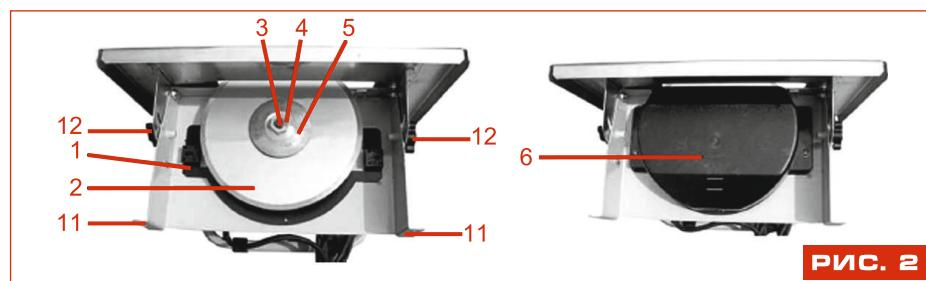

РИС. 2
1. Установите плиткорез на ровной горизонтальной поверхности стола и зафиксируйте с помощью крепёжных отверстий 11 (рис. 2).
2. Установите и закрепите вставку диска 1 (рис. 2).
3. Зафиксируйте гаечным ключом шпиндель 3 (рис. 2), а вторым ключом открутите гайку 4 (рис. 2) и снимите фланец 5 (рис. 2).
4. Установите отрезной диск 2 (рис. 2). затем установите фланец 5 (рис. 2). удерживая ключом шпиндель плиткореза 3 (рис. 2) затяните гайку 3 (рис. 2). Проверьте её фиксацию.
5. После монтажа диска установите и закрепите нижний защитный кожух 6 (рис. 2).
9. Между основанием 9 (рис. 3) и защитным кожухом 6 (рис. 2) установите поддон 8 (рис. 3). В поддон 8 (рис. 3) налейте воды для охлаждения отрезного диска. Следите за уровнем воды по фаскам на защитном кожухе 6 (рис. 2).